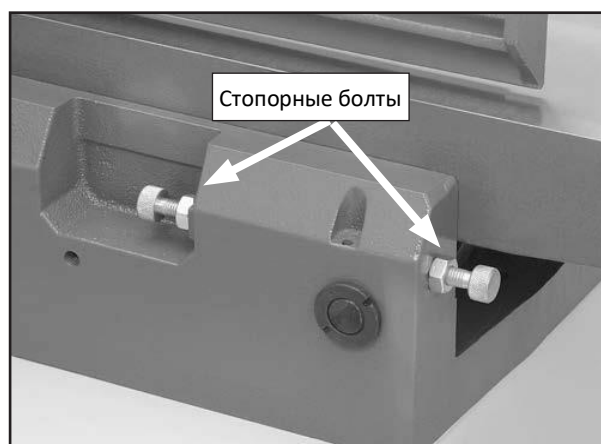

Рис. 47 Стопорные болты выводного стола
3. Ослабьте фиксатор выводного стола, расположенный в передней части станка, и ослабьте стопорные гайки и болты, расположенные в задней части станка сразу за выводным столом (см. рисунок 47).